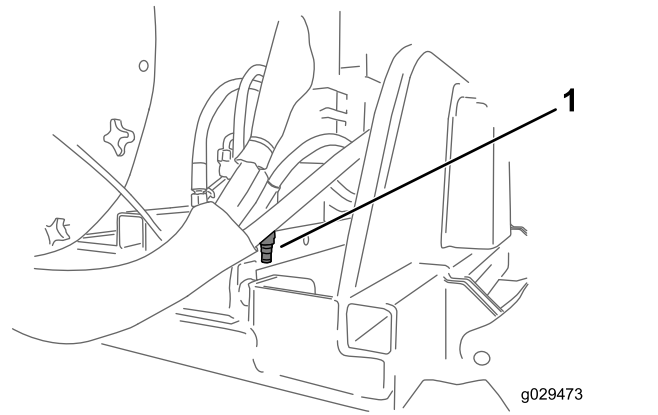

Bild 17
1. Nehmen Sie die Ventilkappe ab (Bild 17).